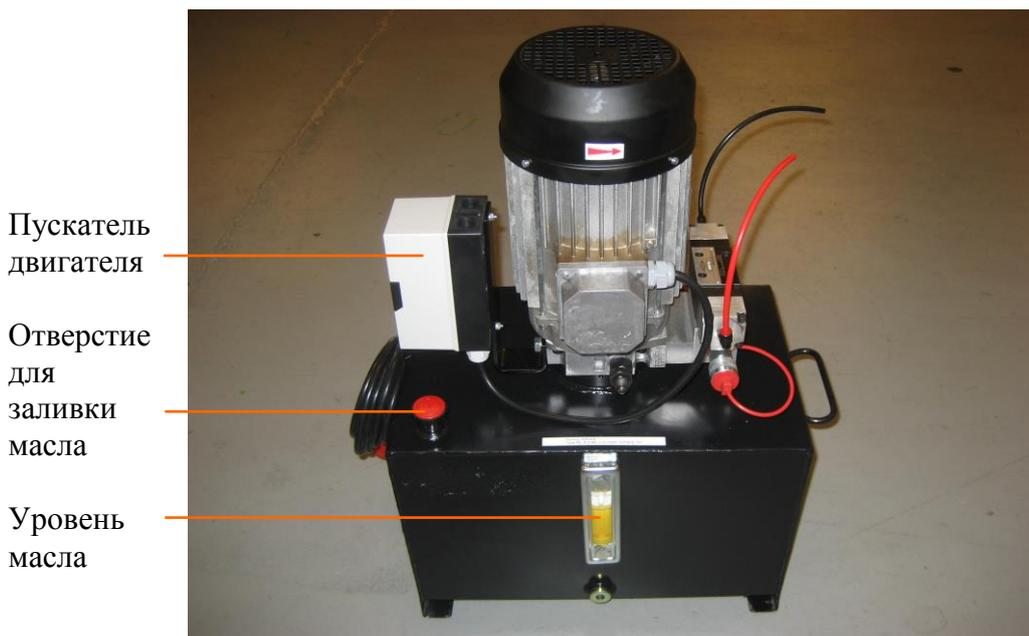

Рис.1 Гидравлический насос
- Гидравлическая станция снабжена кабелем питания с 5-контактным разъемом 16 А СЕЕ и должна подключаться к розетке с 3\*400V+РЕ. Немедленно после подключения следует проверить, что гидравлическая станция работает с правильным направлением вращения двигателя. Если направление вращения неверно, насос не сможет нагнетать давление. В этом случае отключите аппарат от электропитания и поменяйте местами 2 фазы на термореле ручного пускателя двигателя (рис.1), а затем снова проверьте направление вращения двигателя.
- Ежедневно перед началом работы проверяйте уровень масла в гидробаке. Он должен быть наполнен примерно на  $\frac{3}{4}$ . Уровень масла можно визуальнo проверить через смотровое стекло на насосе. См. рис. 1. Используйте масло стандарта Statoil Hydraway HM 32 или подобное гидравлическое масло.